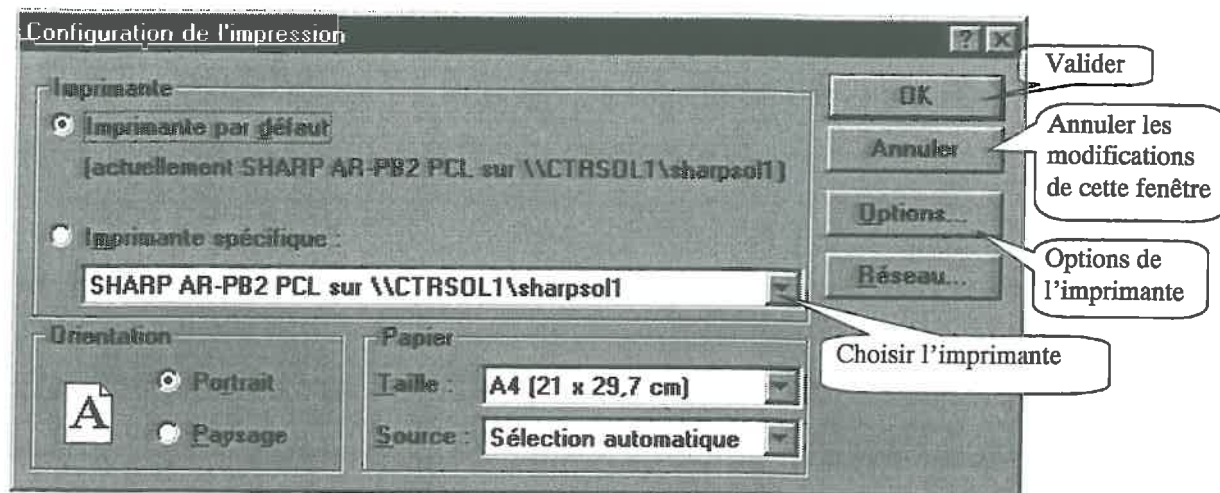

Fig. 13 : Fenêtre de configuration d'impression
- Choisir l'imprimante grâce au bouton 'Configurer...' : la fenêtre s'ouvre (fig.13):